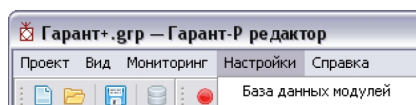

Рис. 7. Вкладка «Настройка»
**Вкладка «Настройка»** предназначена для изменения параметров программы. Подменю «База данных модулей» (рис. 7) позволяет редактировать базу данных модулей пожаротушения. Подробнее о базе данных в разделе 5.4.